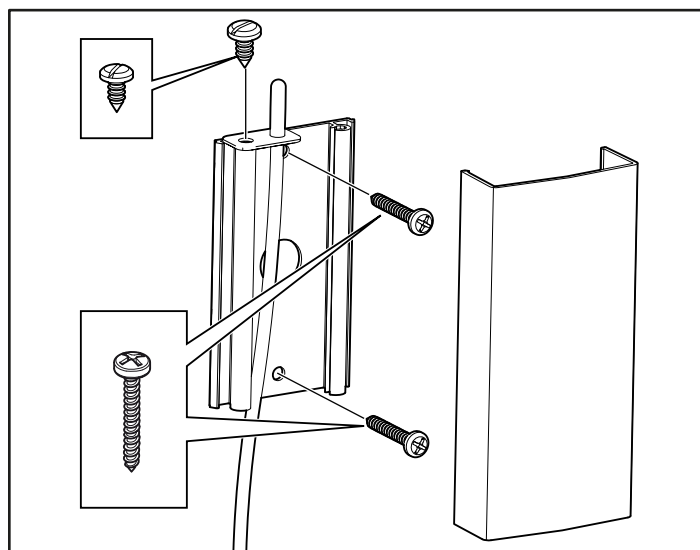
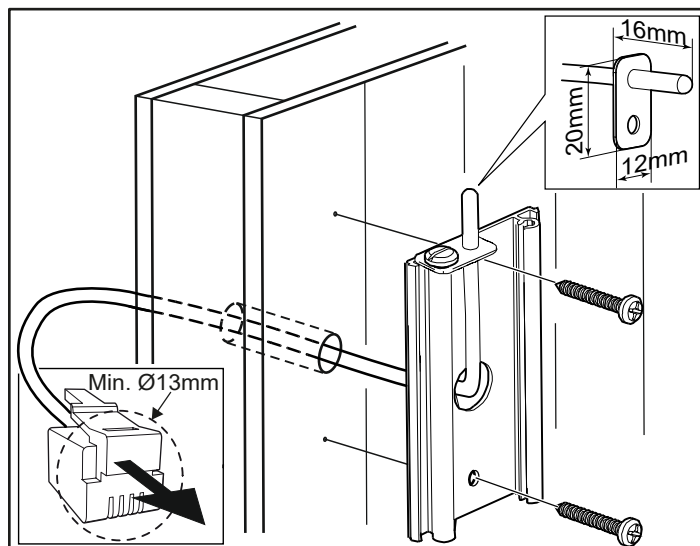
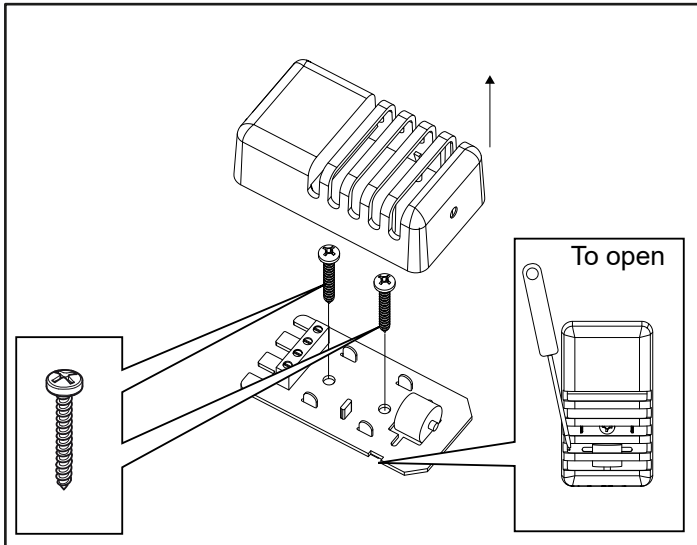
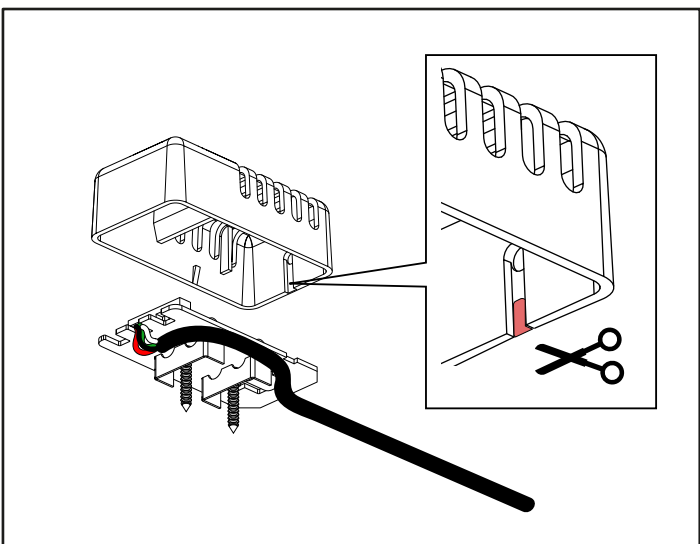

Abbildung 11: Montage des Sensors
Abbildung 12: Kabelführung durch die Wand.
Abbildung 13: Einbau des Sensors, Doppelheizungen
Abbildung 15: Sichtbare Verlegung an der Wand, Öffnung in die Abdeckung schneiden.
- 8A. Montieren Sie den Sensor an der Wand (siehe Abb. 11). Das Thermistorkabel kann ebenfalls durch die Wand geführt werden. Dichten Sie hinter dem Sensor befindliche Löcher in der Wand ab (siehe Abbildung 12). Außerhalb der Sauna kann das Thermistorkabel mit einem Niederspannungskabel (2-adrig) verlängert werden.
- 8B.** Installieren Sie den Sensor an der Wand, (Doppel heizungen), siehe Abbildung 13. Das Thermistorkabel kann auch durch die Wand geführt werden. Verschließen Sie alle Löcher in der Wand hinter dem Sensor, siehe Abbildung 12. Das Thermistorkabel kann mit einem Niederspannungskabel (4-adrig) außerhalb der Sauna verlängert werden. Wenn Sie das Kabel innerhalb der Sauna verlegen möchten, siehe Abbildung 15.